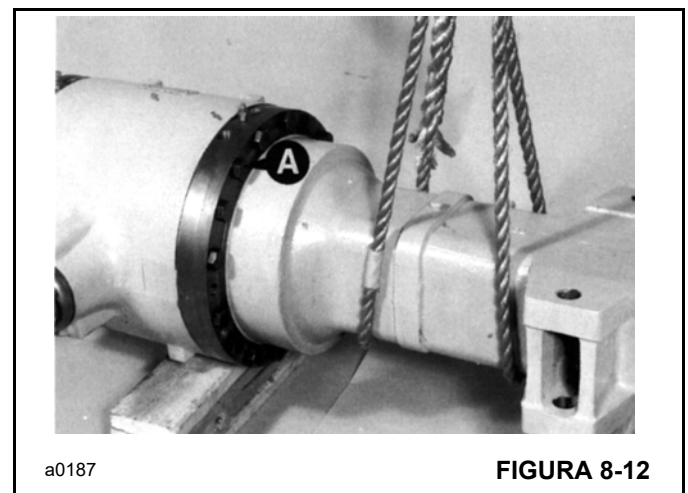

FIGURA 8-12
- a. Apoye el brazo del eje y quite los pernos A (Figura 8-12).